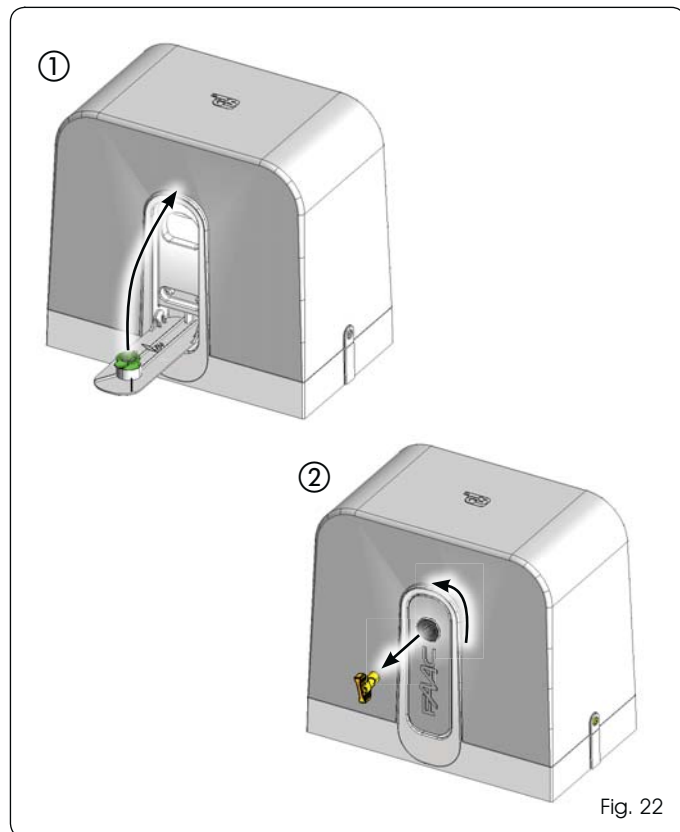

Fig. 22
1. Levantar completamente a alavanca de desbloqueio até a parada mecânica, Fig. 22 ref. ①
2. Girar o desbloqueio em sentido anti-horário como indicado na Fig. 22 Ref. ②.